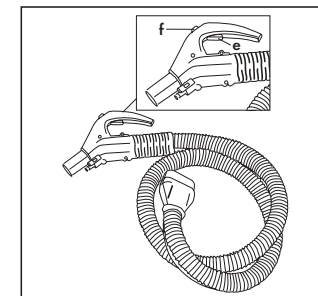

Abb. 14
- Das Gerät über den Hauptschalter (4) einschalten.
- Die Taste für die Saugfunktion (f) am Handgriff des Schlauchs (d) drücken, um die Saugfunktion ein- und auszuschalten. Abb. 14
- Das Gerät über den Hauptschalter (4) einschalten und den Heizkesselschalter (5) drücken. Abwarten bis die grüne Leuchte für die Betriebsbereitschaft (8) aufleuchtet, bevor das Gerät gebraucht wird.
- Die Dampfmenge über den Regler (6) am Gerät einstellen und in den Uhrzeigersinn drehen, um die Menge zu erhöhen und gegen den Uhrzeigersinn drehen, um die Menge zu verringern.
- Die Taste für die Dampffunktion (e) am Handgriff des Schlauchs (d) drücken, um die Dampffunktion ein- oder auszuschalten. Abb. 14.